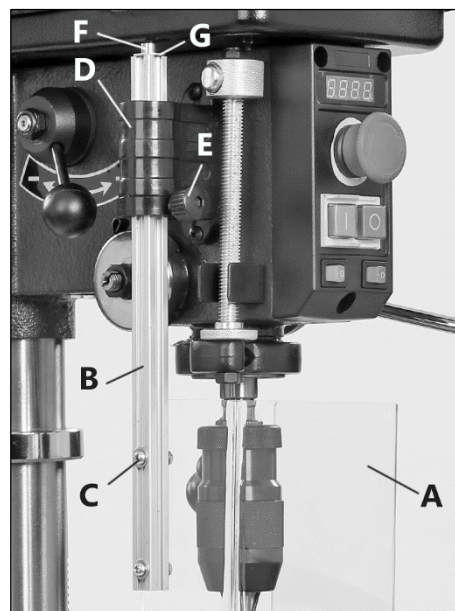

Рисунок 10.
Прикрепите защитный экран (А) (рис. 10) к направляющей (В) с помощью двух винтов, шайб и гаек (С). Вставьте направляющую в специальный кронштейн (D). Затем установите ограничительную шайбу (G) с помощью винта (F). Настроить высоту установки защиты можно с помощью винта (E).